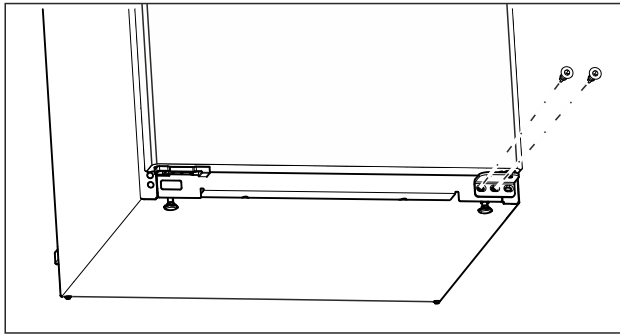

Fig. 6
- ▶ Na spodnjem ležajnem podstavku z izvijačem Torx 20 odvijte sredinski vijak. (glejte Fig. 6)
- ▶ Na spodnjem ležajnem podstavku z izvijačem Torx 20 odvijte notranji vijak. (glejte Fig. 6)